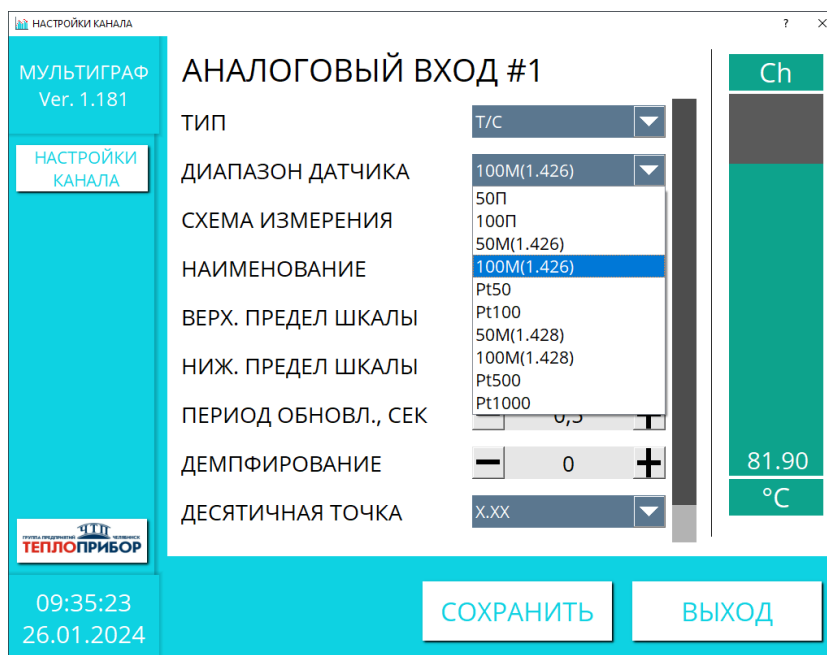

Рисунок 2.13 – Параметры настройки входа измерения термосопротивлений
4) При измерении температуры доступны следующие типы термосопротивлений: 50П, 100П, 50М (1,426), 100М (1,426), Pt50, Pt100, 50М (1,428), 100М (1,428), Pt500, Pt1000 (рис. 2.13).